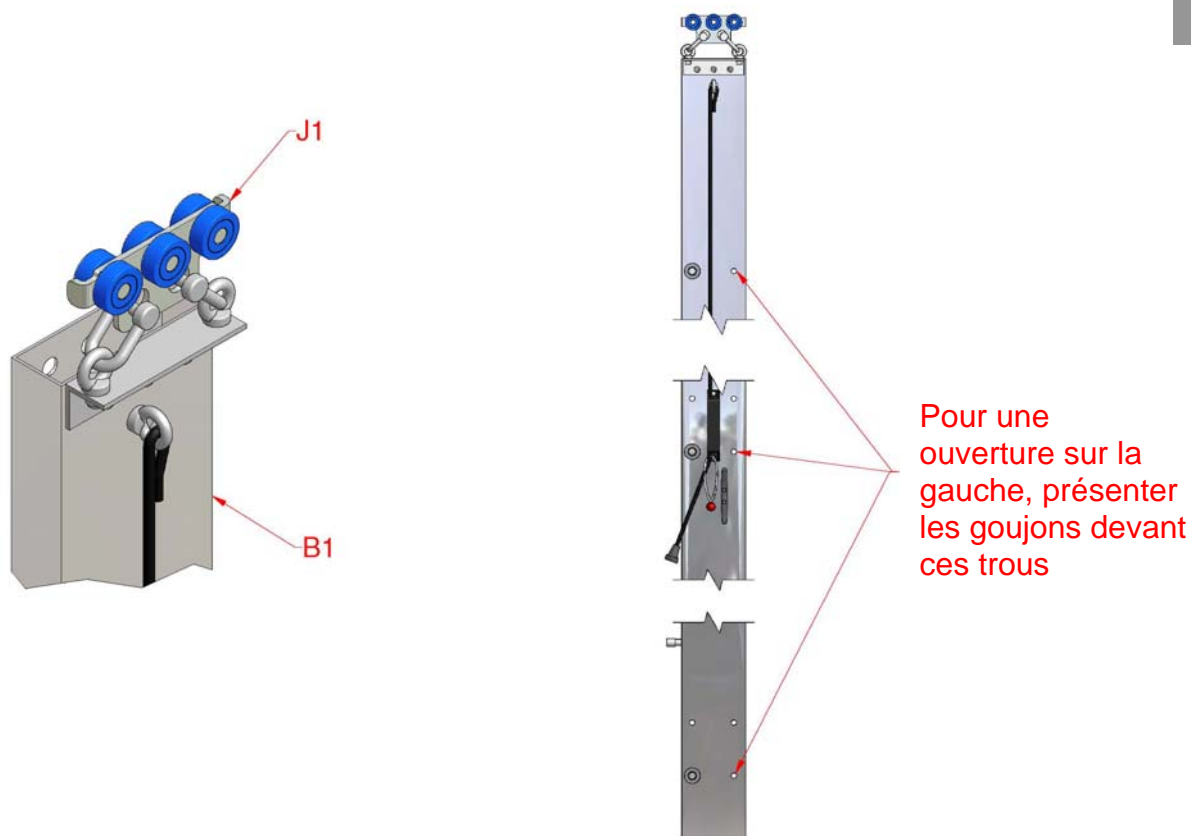

Figure 3a, Poteau et chariot
2. Le poteau coulissant est livré pour une ouverture sur la droite. Les goujons de fixation pour les mousquetons sont préfixés sur le côté gauche du poteau, prêts à y recevoir le profilé aluminium du joint pare-vent sur l'autre côté. Si vous prévoyez que votre système s'ouvre sur la gauche, déplacez les goujons de fixation sur les trous pré-perçés de l'autre côté, comme à la Figure 3a.